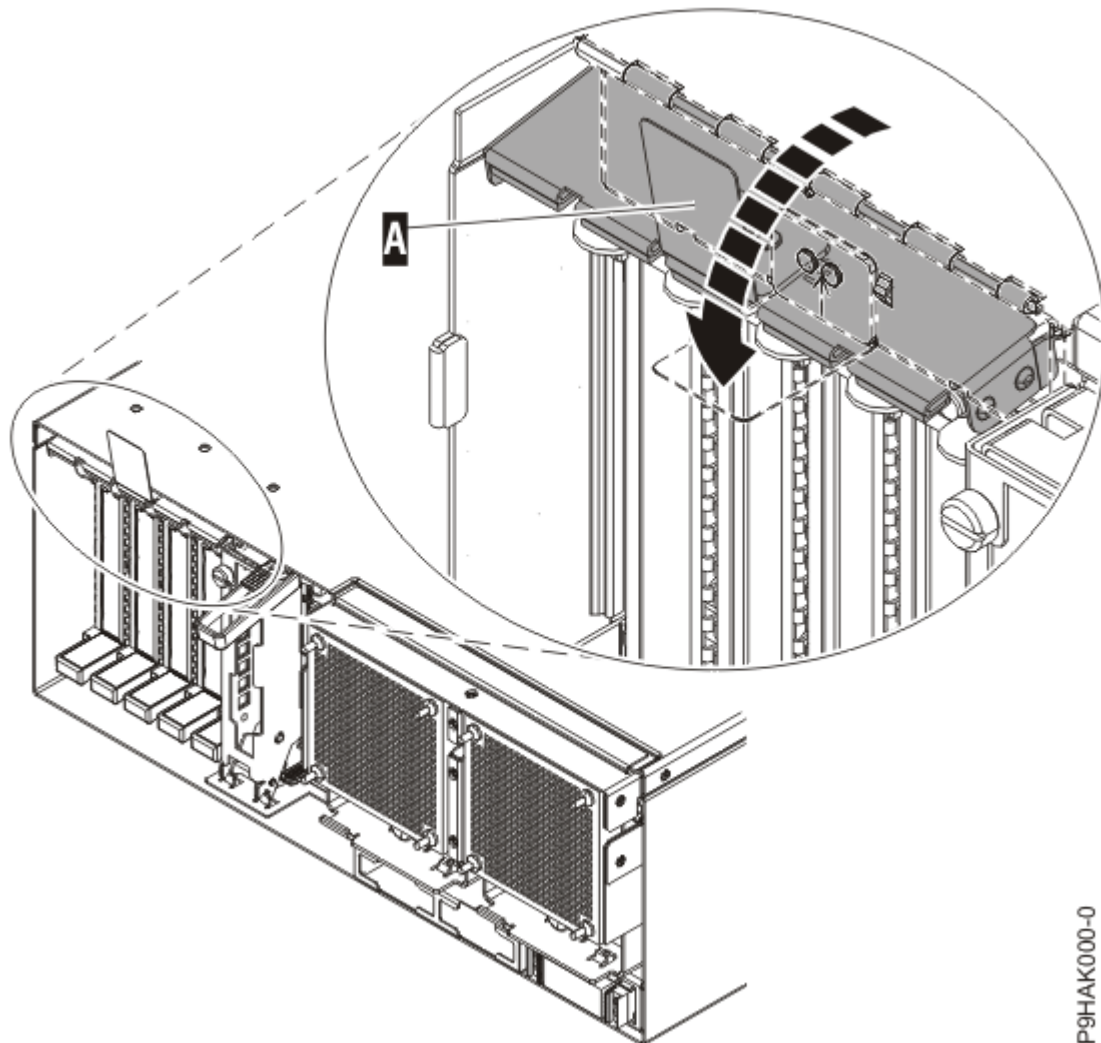

Figura 46. Extracción de los transceptores SFP de los adaptadores
- b) Abra el pestillo **(A)** girándolo hacia abajo y alejándolo de la tarjeta, tal como se muestra en la Figura 46 en la página 72.